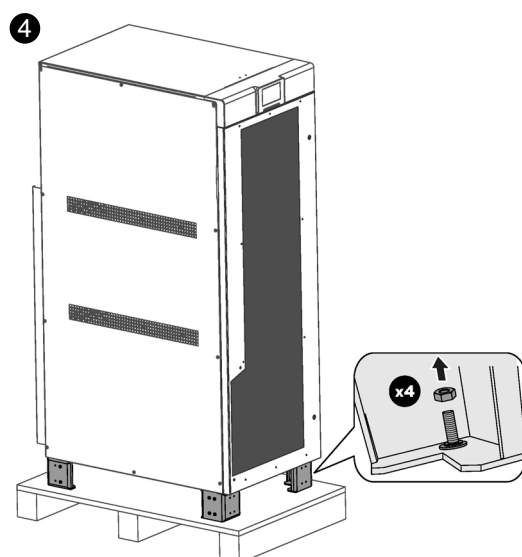

Fig. 31. Liberación del equipo del palet.
- ❹ Desatornillar los 4 tornillos ubicados en la parte interna de cada una de las 4 patas. El equipo quedará liberado de su palet y listo para su traslado (Fig. 31).